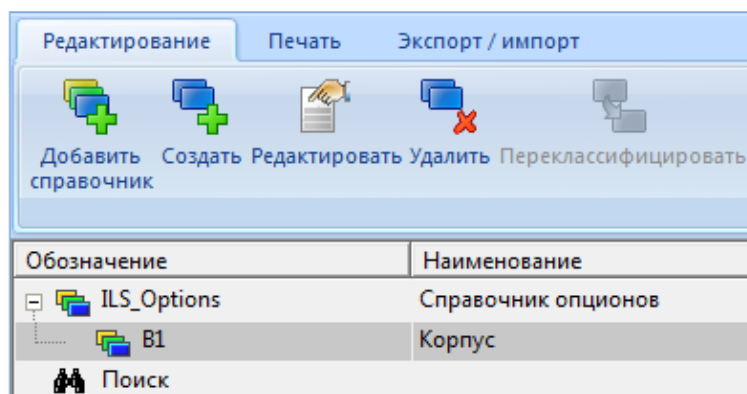

Рис. 13-10 – Новый справочник в дереве
2) Ввести «Обозначение» и «Наименование» справочника и нажать кнопку «ОК». Обозначение и наименование созданного раздела появятся в дереве справочника опционов (рис. 13-10).